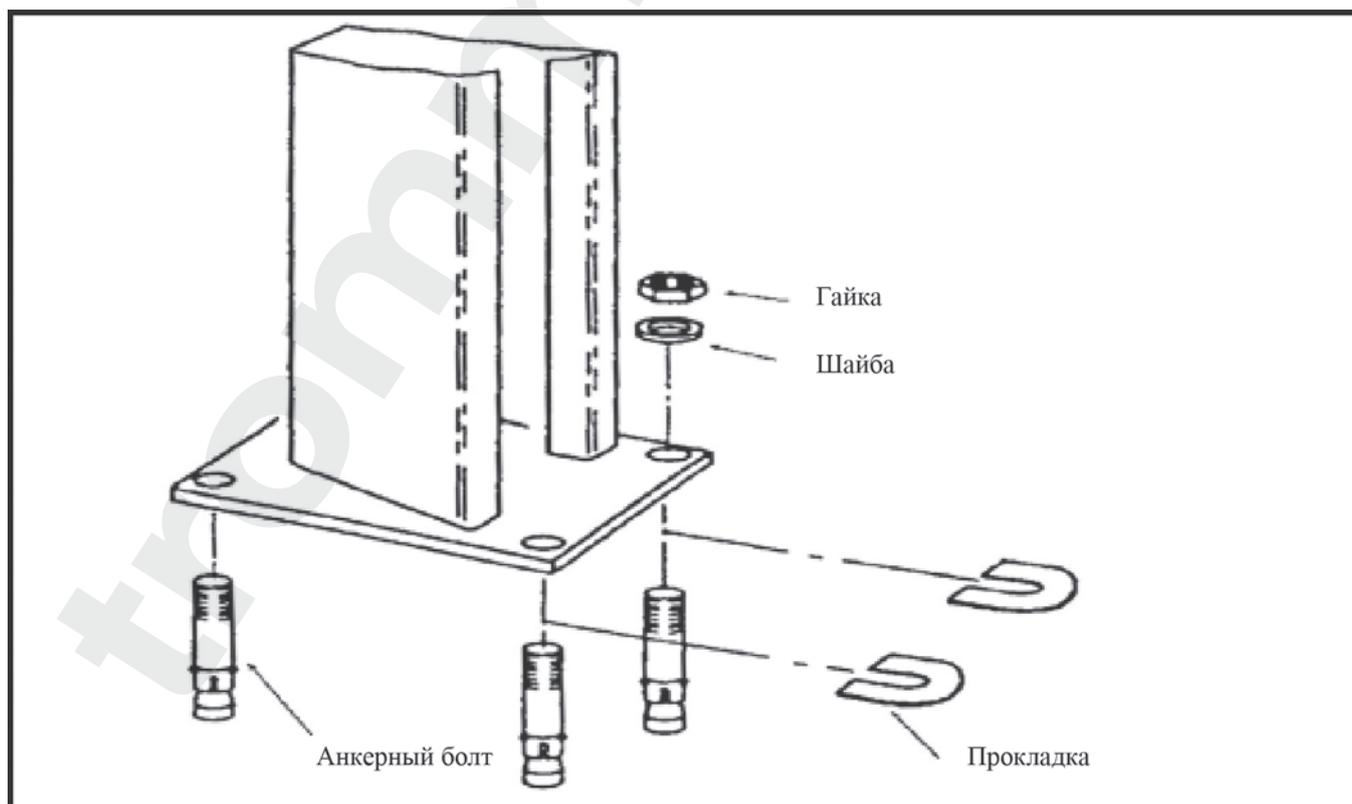

Рис. 15.4
- При необходимости выравнивания с помощью прокладок, вставьте прокладки в необходимые места под стойки так, чтобы анкерные болты плотно сидели в отверстиях, и стойки стояли прямо по вертикали (см. рис. 15.4).